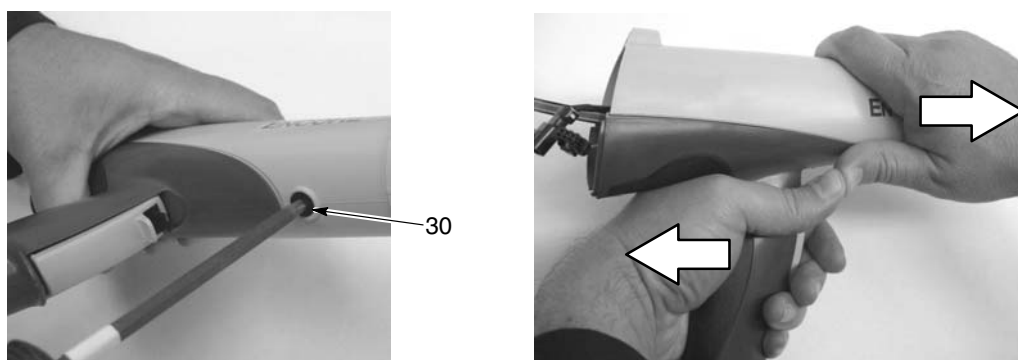

Figure 6-3 Dépose du corps du pistolet de la poignée
4. Voir la figure 6-3. Retirer la vis en nylon noire (30) du corps du pistolet.